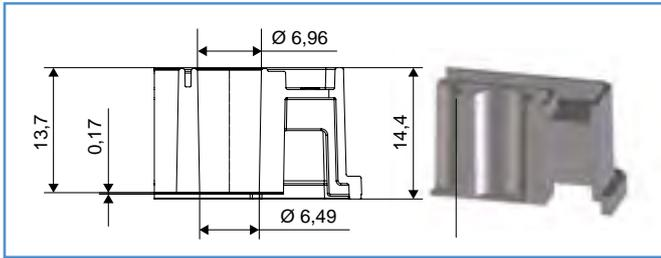

Abbildung 1: Näpfchengometrie einer 96 Well CELLview™ Plate
- ☞ Ermöglichen Mikroskopie auch im kritischen Randbereich für hochvergrößernde Objektive (Abb. 1)
Abbildung 1: Der geringe Abstand des Plattenbodens zum Plattenrand ermöglicht die Mikroskopie auch in kritischen Randbereichen. 40-fach Wasser-Immersionsobjektiv für die Mikroskopie in einer 96 Well SCREENSTAR Microplatte.